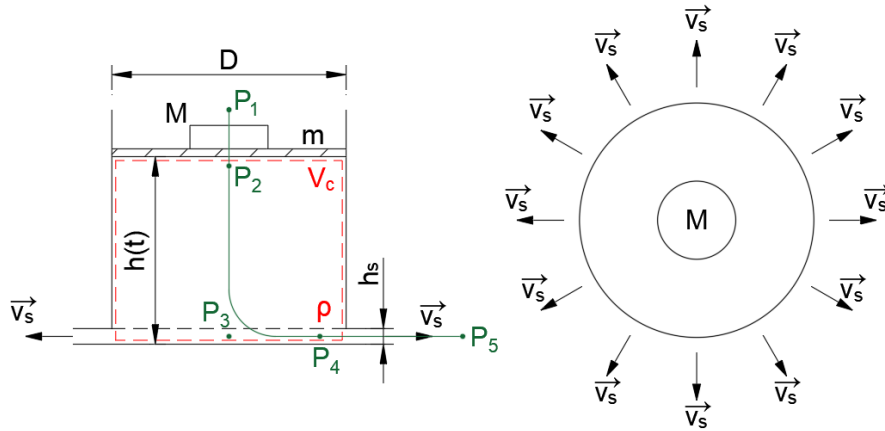

Figura 28: Esquema del depósito con salida de tipo anillo.
7. Para el depósito de la Figura 28 hallar la expresión del tiempo que tardaría en vaciarse sabiendo que $h(t = 0) = H_0$